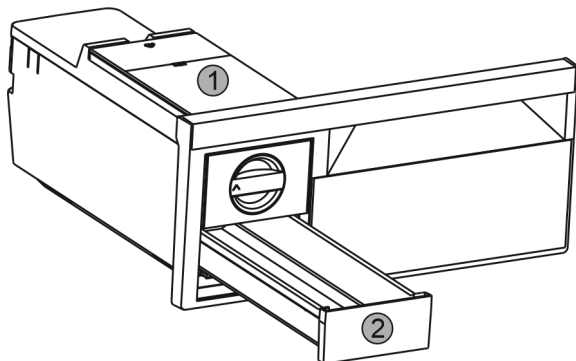

Fig. 46
- Vyjměte nádržku na vodu Fig. 46 (1) a zásuvku na kostky ledu Fig. 46 (2).